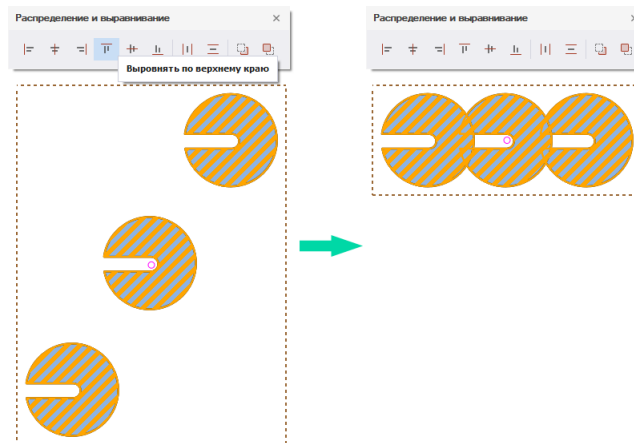

Рис. 387 Выравнивание по верхнему краю
2. На панели «Распределение и выравнивание» выберите инструмент «Выровнять по верхнему краю», который обозначен символом , см. Рис. 387.